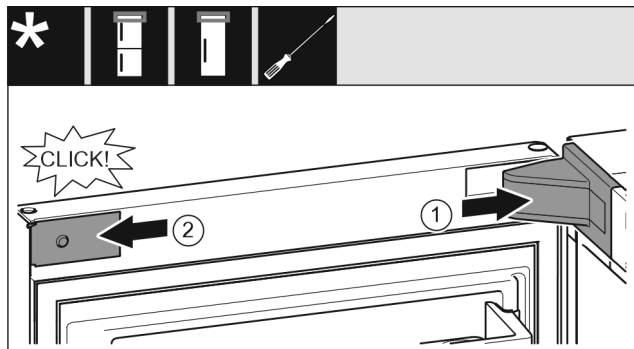

Fig. 25
- ▶ Nasadte a zaklapněte kryt stojanu ložiska Fig. 25 (1), příp. opatrně přitlačte od sebe.
- ▶ Z boku nasadte záslepku Fig. 25 (2) a zaklapněte.